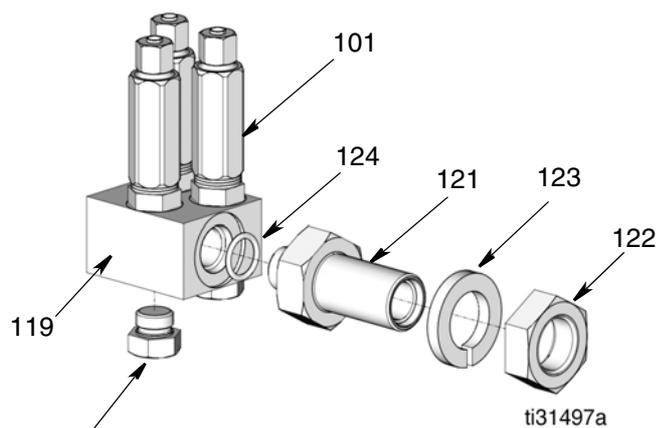
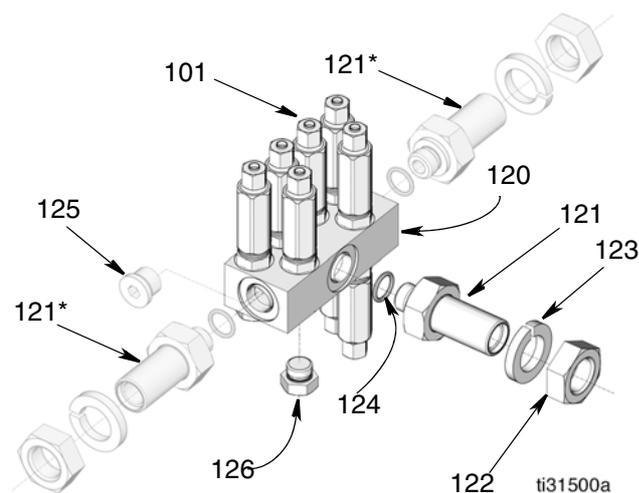
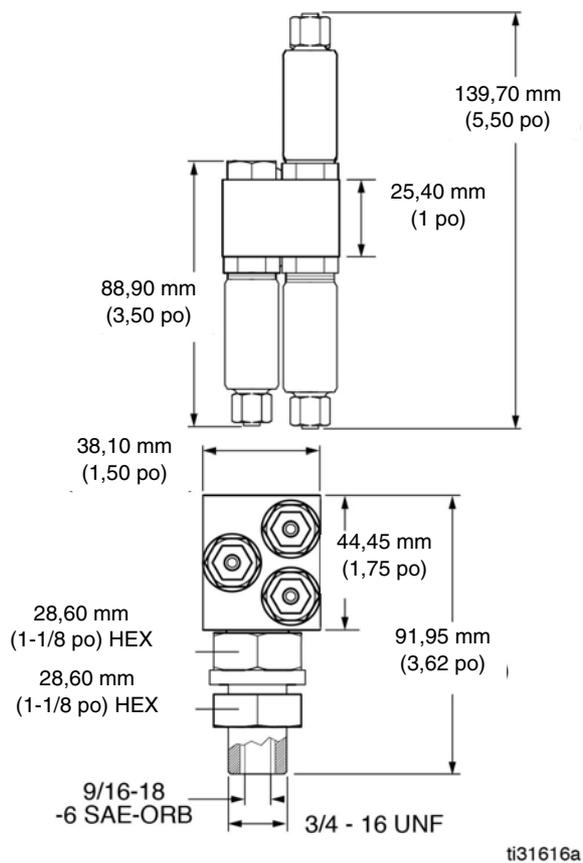

FIG. 32
FIG. 33
FIG. 34
- Le collecteur à 6 orifices, utilisé sur les systèmes à garnitures lubrifiées avec un maximum de 6 points de lubrification (FIG. 32 et FIG. 34).
- Le collecteur à 12 orifices, utilisé sur les systèmes à garnitures lubrifiées avec de 7 à 12 points de lubrification (FIG. 33 et FIG. 34).
* En FIG. 33 la tige de collecteur (121) est illustrée telle qu'elle est montée dans l'orifice inférieur. Elle peut aussi être montée dans les orifices latéraux.
1. Placer la tige de collecteur (121) et le joint torique (124) dans l'orifice d'admission du collecteur d'injecteurs (119 ou 120) (FIG. 32 et FIG. 33, page 39).
2. Utiliser les bouchons (126) pour fermer les orifices non utilisés du collecteur d'injecteurs (FIG. 32 et FIG. 33, page 39). Veiller à ce que le joint torique soit bien placé sur le bouchon. Si d'autres points de lubrification sont nécessaires, il est possible de retirer les bouchons et de mettre en place des injecteurs de taille adéquate ainsi que des conduites de lubrification.